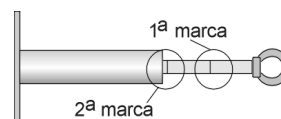

Fig 4 - Marcas nos tracionadores
2.4 O ajuste da tensão do tracionador deve ser feito da seguinte forma: Para ajustar o tracionador da esquerda, mova manualmente a alavanca de acionamento até travar conforme mostrado na fig.5A. Com a chave nesta posição deve-se girar o corpo do tracionador, esticando o cabo de aço até que a segunda marca (fig. 4) fique visível. Se necessário, corte um pedaço do cabo de aço e insira-o novamente no gancho, apertando seu parafuso firmemente.